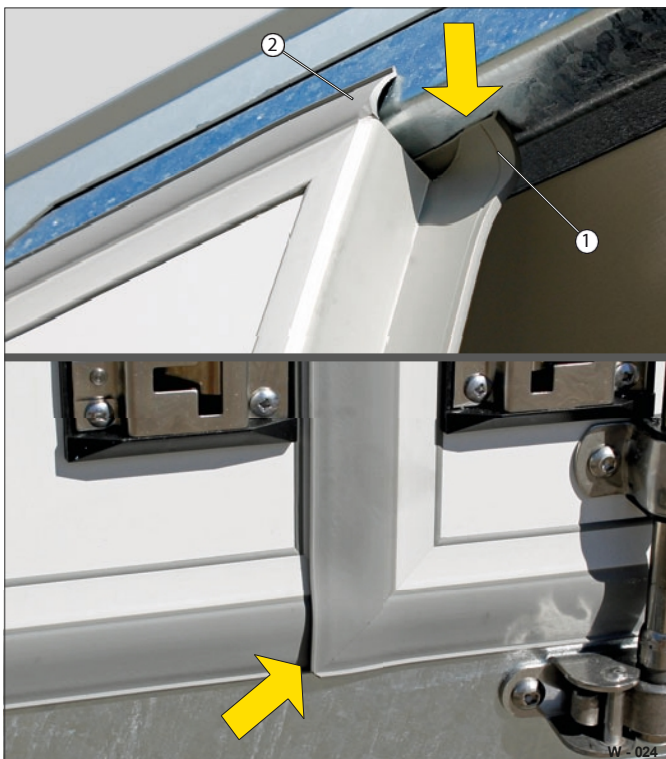

Fig. 10 Dørtætning, dobbelt (Cool Trailer Basic)
- Tør den indvendige tætningslæbe (fig. 10/1) og den udvendige tætningslæbe (fig. 10/2) af hele vejen rundt med en fugtig klud.